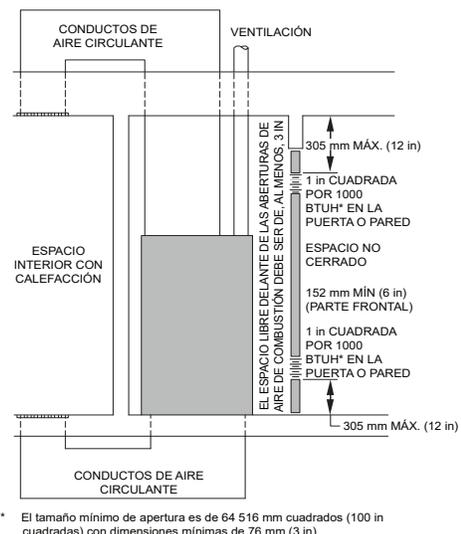

Fig. 7 – Aire para combustión, ventilación y dilución desde interiores
- b. Se trata de espacios combinados en el mismo piso. Cada abertura debe tener un área libre mínima de al menos 1 in²/1000 BTU_h (2000 mm²/kW) de la clasificación de entrada total de todos los dispositivos a gas en el espacio, pero no inferior a 100 in² (0,06 m²). Una de las aberturas debe comenzar a 300 mm (12 in) como máximo del techo y la otra a 300 mm (12 in) como máximo del piso. La dimensión mínima de la abertura es 80 mm (3 in). Consulte la Fig. 7.